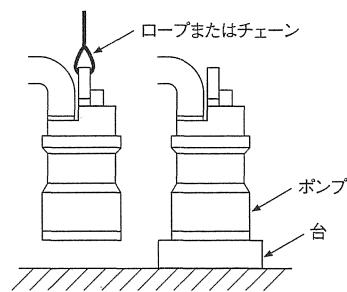

図3
- (1) 運転ならびに据付時はケーブルを絶対に引っ張らないでください。取手または取手にロープを取り付けて行ってください。
- (2) ポンプはなるべく立置でご使用ください。土砂の流入が多い場合や、ストレーナが埋没するような土砂の場合は、ポンプを強固なロープまたは、チェーンで吊るすか台の上にポンプを置いてください。(図3)
- (3) 土砂の多い場所で連続漏水運転を行いますと、ポンプが短期間に摩耗することがあります。水の集まりやすい場所を選んでお使いください。
- (4) 配管および据付時にポンプを壁などにぶつけたり落とさないようにしてください。
- (5) 配管末端は水中に入れないと逆流します。
- (6) ケーブルは車のタイヤ等で踏まないように設置してください。
- (7) 排水槽はコンクリートのカス、紙、布、ビニール等が残らないように十分清掃してください。
- (8) 吐出し用配管はポンプ径と同径のものを使用してください。ポンプ口径より小さい配管を使用しますと配管による損失水頭が増大し吐出し量が減少します。またポンプ口径より大きい配管を使用しますと配管内に土砂などが溜まり、土砂詰まりの原因となりますのでご注意ください。